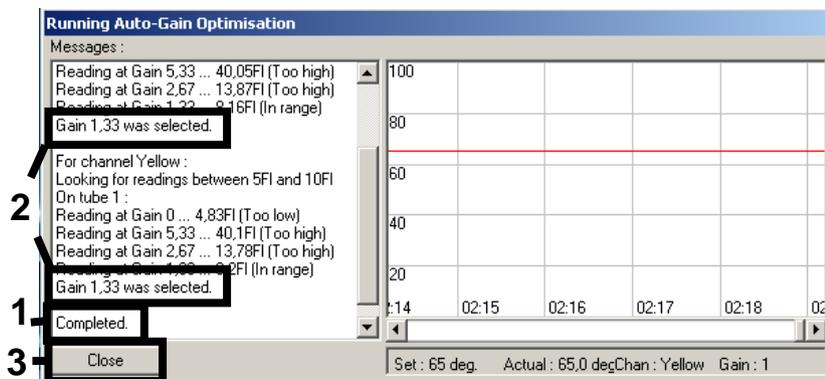

Figura 4. Optimización de ganancia finalizada. Anote los valores de ganancia (en este caso, 1,33 para los dos canales de fluorescencia).
- Se abrirá una nueva ventana **Running Auto-Gain Optimisation** (ejecutando la optimización de ganancia automática). Espere hasta que aparezca el mensaje **Completed** (concluida) en esta ventana (figura 4). Anote los valores de ganancia seleccionados para los dos canales y, a continuación, haga clic en **Close** (cerrar) (figura 4).